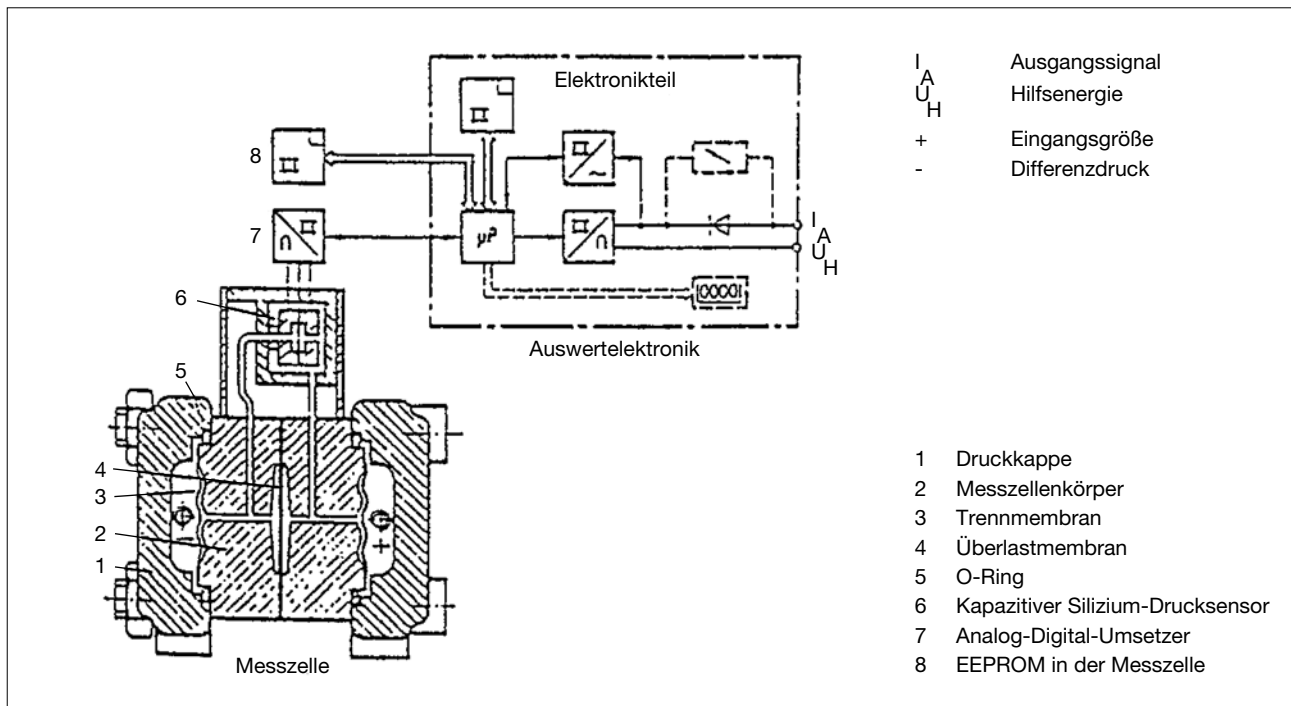

Bild 2: Differenzdruckmessumformer, Schematische Darstellung
Der Differenzdruck wird über die Trennmembran (3, Bild 2) und die Füllflüssigkeit im Messzellenkörper (2) auf den kapazitiven Silizium-Drucksensor (6) übertragen. Die Messmembran der Drucksensors bildet mit zwei, der Membran gegenüberliegend angeforderten Kondensatorplatten einen Kondensator. Durch den anstehenden Differenzdruck wird die Messmembran ausgelenkt und die Kapazität des Kondensators ändert sich. Aus dieser Änderung des Signals wird der anliegende Differenzdruck ermittelt. Bei Überschreiten der Messgrenzen wird die Überlastmembran (4) soweit ausgelenkt, bis sich eine der Trennmembranen (3) an den Messzellenkörper (2) anlegt. Dadurch ist keine Änderung der Kapazität des Kondensators mehr möglich und damit die Grenze des messbaren Differenzdruckes erreicht. Die Kapazitätsänderungen des Drucksensors werden im Mikroprozessor verarbeitet und im Digital-Analogwandler in das Ausgangssignal 4 ... 20 mA umgesetzt.